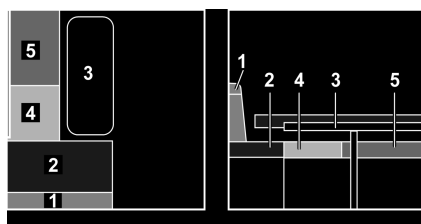

Fig. 134 Avant la transformation
- Convertir la table (Fig. 134,3) en sommier de lit (voir paragraphe 7.7).